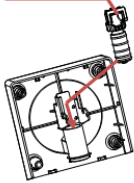

Figura 1
① Tapa superior de la abertura de alimentación	⑤ Extremo del asa
② Base de la abertura de alimentación	⑥ Junta de estanqueidad
③ tapón para el orificio de alimentación	⑦ Anillo de sellado de la abertura de alimentación
④ Asa	⑧ Tapa de la abertura de alimentación
1. Inserta ① en ② como se muestra en la figura 1.
Realice los pasos de la Figura 1 a la Figura 8 en orden inverso.
Afloje las cuatro contratuercas en el sentido contrario a las agujas del reloj y retire la unidad de empuñadura como se muestra en la figura 1. Compruebe que el interior del recipiente está limpio, retire el batidor, límpielo con un paño húmedo y vuelva a insertar el agitador después de limpiarlo, como se muestra en la figura 2. Coloque la empuñadura y la unidad de empuñadura como se muestra en la figura 3. Apriete la tuerca en el sentido de las agujas del reloj como se muestra en la figura 4.